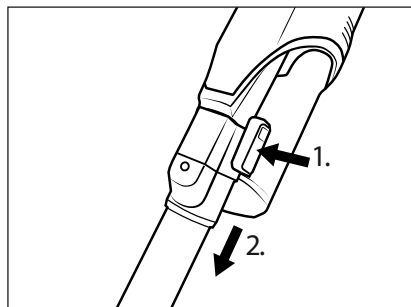

Fig. 11
- ◆ Pentru a îndepărta țeava de aspirare **24** din aparat, țineți apăsată tasta de deblocare a țevii de aspirare **25** și trageți țeava de aspirare **24** din orificiul de aspirare al aparatului (a se vedea fig. 11).